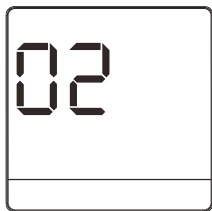

Fig. 4.1
- ① Premere contemporaneamente e a lungo (circa 8 secondi) i pulsanti  a  per accedere alle impostazioni dei parametri (vedi Fig. 4.1).